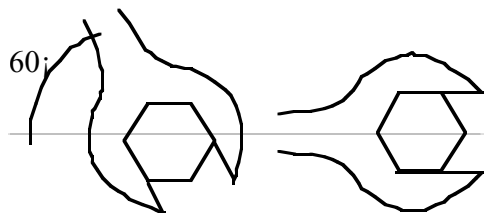

Fig. 1
- Des pointes adaptables sur la lampe témoin que l'on puisse brancher sur l'arrière du connecteur. Voir la figure 1.
- Brancher la lampe témoin sur les deux fils du micro-contact. La lumière doit s'allumer. (S'aider de la figure 1). Si ce n'est pas le cas dévisser chacune des vis d'ajustement jusqu'à ce que la lampe s'allume (voir figure 3).